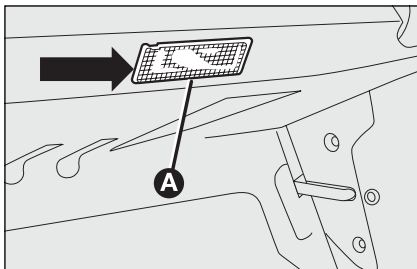

fig. 42
- maak de lichtunit **A**-fig. 42 op het door de pijl aangegeven punt los;